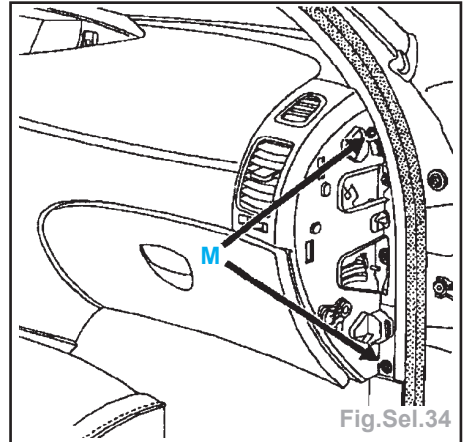

Fig.Sel.34
- les vis de fixation latérales (M) (Fig.Sel.34),